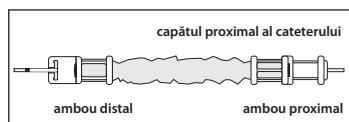

Figura 4
- Introduceți vârful cateterului dorit prin capătul proximal al ecranului anticontaminare al cateterului. Avansați cateterul prin tubularul și amboi la capătul celălalt (consultați Figura 4).